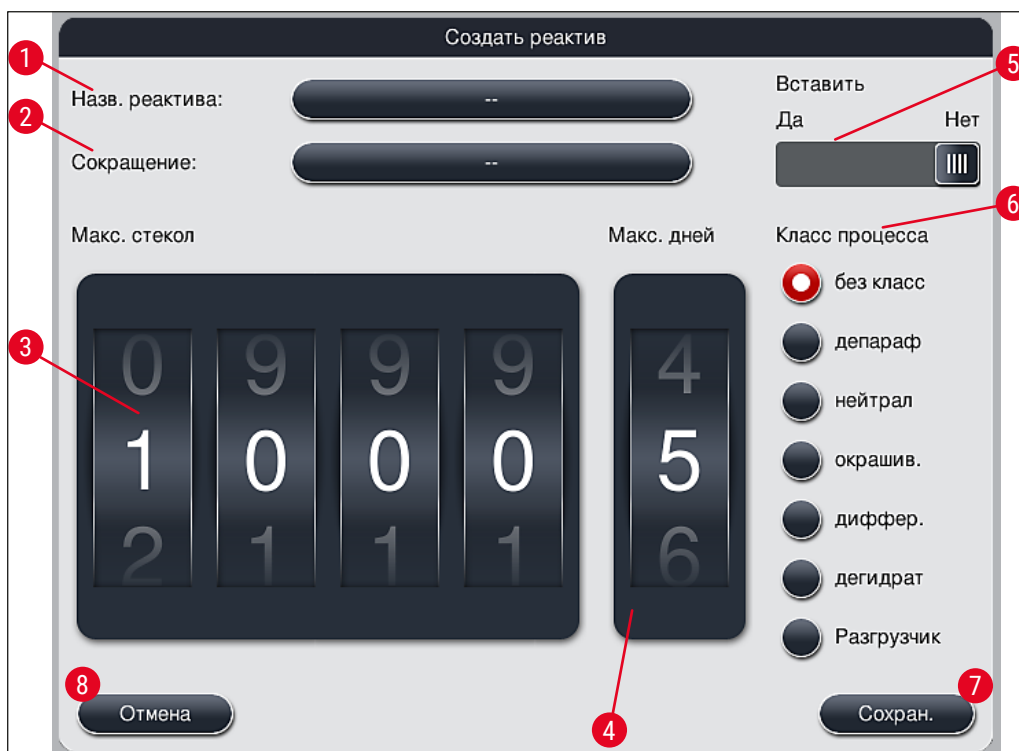

Рис. 39
- Откроется окно для ввода (→ "Рис. 39") создаваемого реактива.